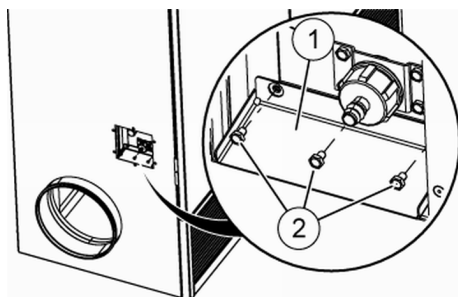

Abb. 44: Tropfblech montieren
- 33.** Tropfblech (Abb. 44/1) mit den 3 Sechskantblechschrauben (Abb. 44/2) verschrauben.